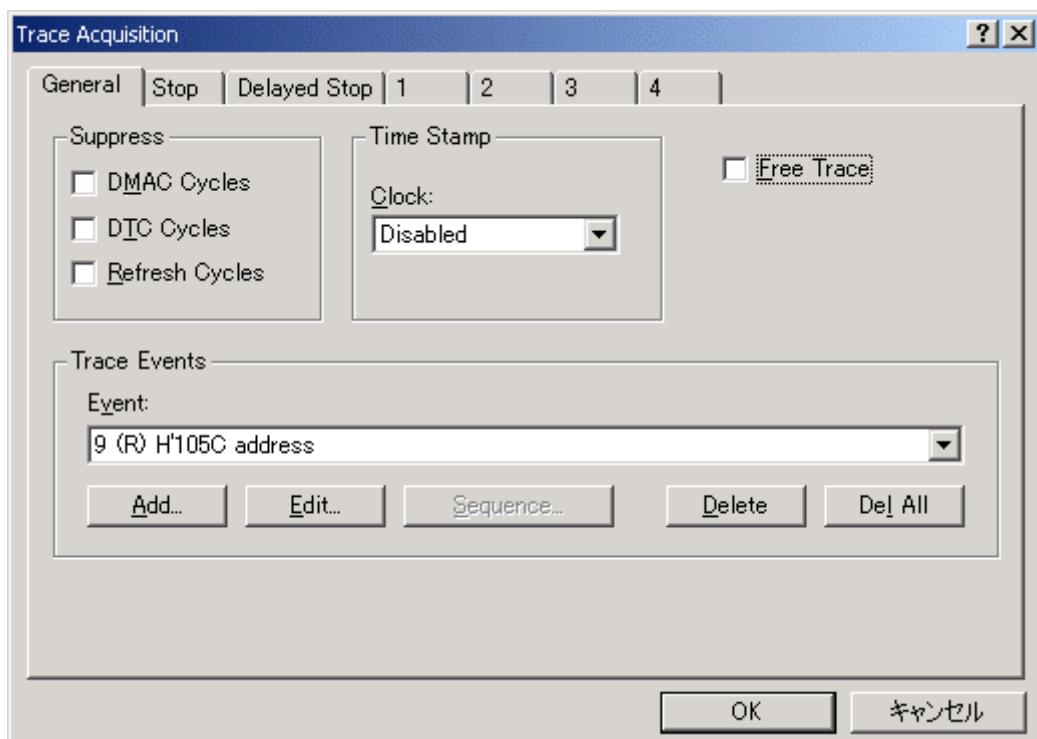

図 6-45 [Trace Acquisition]ダイアログボックス (ページ追加)
(7)設定したイベントを有効とする為に、[General]ページの[Free Trace]チェックボックスのチェックを解除します。チェックを解除すると新たに[1]～[4]のページが表示されます。（図 6-45 [Trace Acquisition]ダイアログボックス）